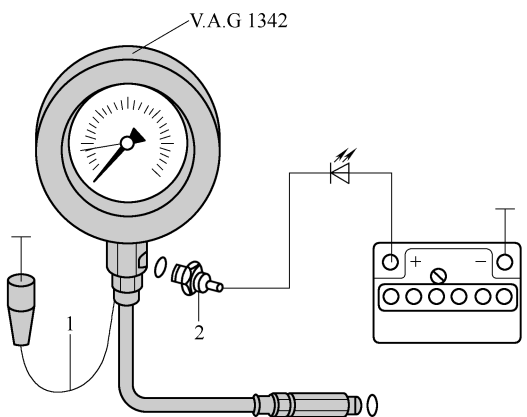

图 1-5-43 把油压检测器 V. A. G1342 连接到机油压力开关的孔上
(1) 拆卸机油压力开关。
(2) 如图 1-5-43 所示,把油压检测器 V. A. G1342 连接到机油压力开关的孔上,把机油压力开关 2 拧入油压检测器 V. A. G 1342 中。